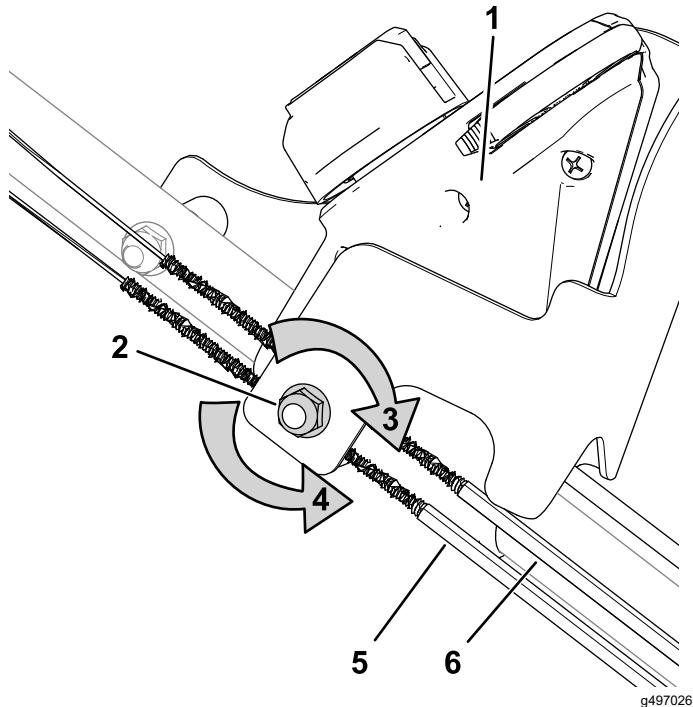

Figura 27
1. Gire la tuerca de ajuste en sentido antihorario para aflojar el cable (Figura 27).
2. Ajuste la tensión de los cables (Figura 27) tirando de ellos hacia atrás o empujándolos hacia adelante y sujetelos en esa posición.